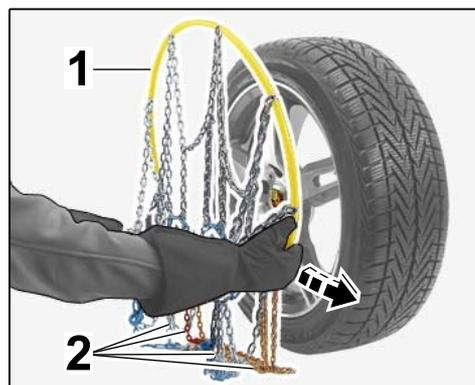

Figura 3
- 2.1.2 Disporre ordinatamente la rete della catena da neve (⇒ *Figura 3*)